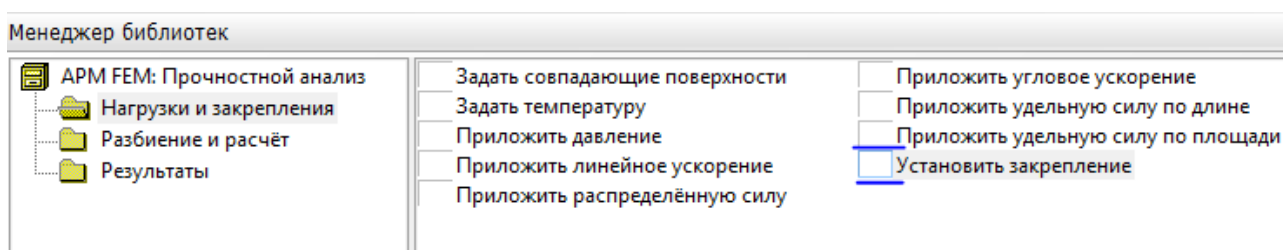

Рисунок 3.9 – Библиотека «APM FEM: Прочностной анализ».
2. Назначить нагрузки и закрепления используя команды «Приложить удельную силу по площади» и «Установить закрепление» (рисунок 3.9). Данные о загрузках и закреплениях – см. п. 3 раздела 2.